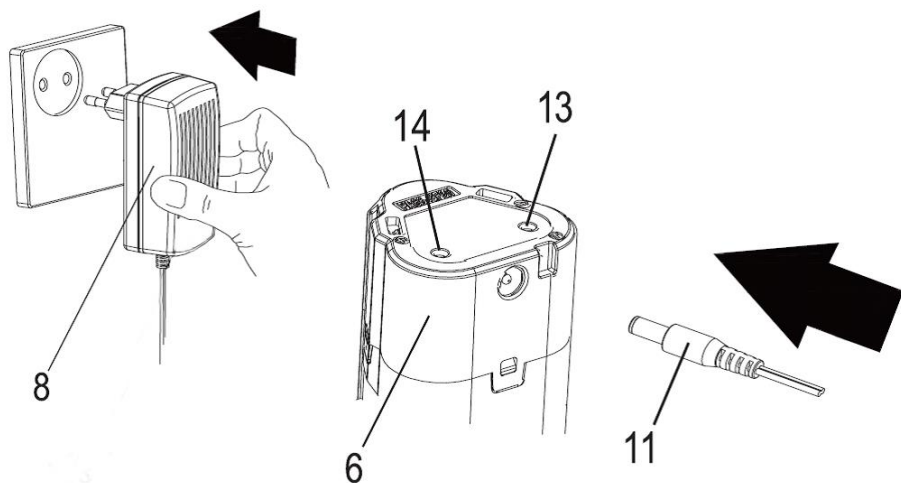
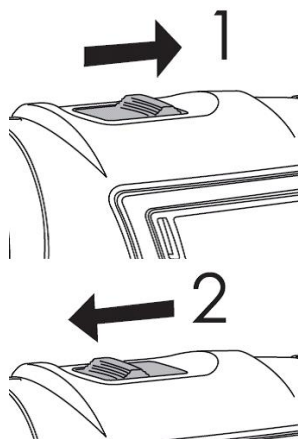

Рис. 1
Рис. 3
Устройство дрели-шуруповерта изображено на рис.1
5.1 Батарея аккумуляторная поз. 6 Рис. 1 устанавливается в основании рукоятки дрели и по направляющим перемещается до защелкивания клавиши фиксатора батареи поз. 10. Для снятия батареи необходимо сжать одновременно обе клавиши и сдвинуть батарею в противоположном направлении по отношению к основанию рукоятки.
5.2 Включение дрели осуществляется нажатием на курок выключателя поз. 4 Рис. 1, а изменение частоты вращения шпинделя от минимального до максимального значения достигается путем увеличения усилия нажатия на курок.
5.4 Положение втулки переключения режимов и регулировки крутящего момента поз. 2 (рис.1,2) и в зоне знака «сверло» соответствует режиму сверления.
5.6 Переключатель скоростей поз. 5 Рис. 1 служит для изменения частоты вращения шпинделя, при этом для включения 1-ой скорости необходимо установить переключатель скоростей поз. 1 (рис. 3) в положение, соответствующее цифре 1, а для 2-ой скорости в положение, соответствующее цифре 2.
- подключите к аккумуляторной батарее штекер зарядного устройства поз. 11 (рис.1). На аккумуляторной батарее загорится красный индикатор поз. 14, который означает, что идет процесс зарядки;
Примечание: Дрель оборудована индикатором уровня заряда батареи поз. 12 Рис. 1.